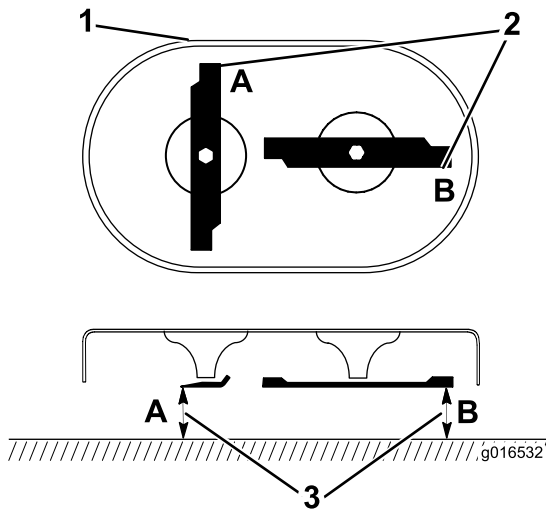

Figura 39
1. Gire las cuchillas hasta que estén posicionadas según se muestra en Figura 39.
2. Mida desde una superficie nivelada hasta los filos de corte, en las posiciones A y B, (Figura 39) y anote las dimensiones.